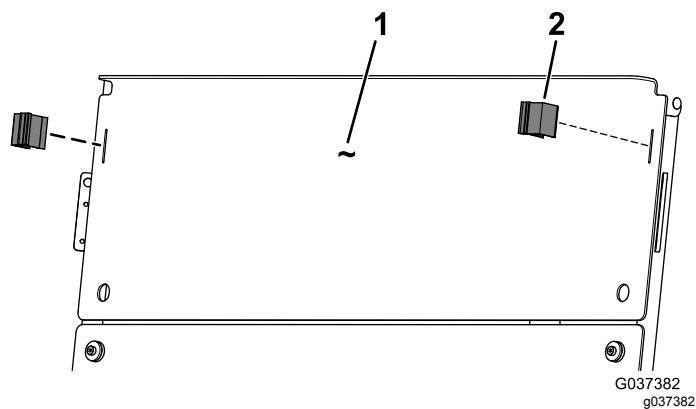

Figura 5
4. Sujete el parabrasis superior a los tubos del toldo con los 2 clips (Figura 5).